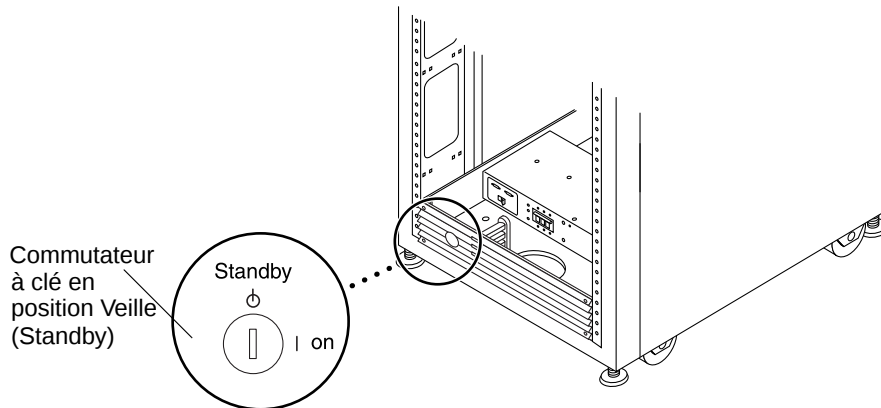

FIGURE B-7 Emplacement du commutateur à clé au bas du panneau avant
2. Vérifiez que les commutateurs à clé situés sur le panneau inférieur avant de l'armoire de base et de l'armoire d'extension (le cas échéant) sont en position Veille (Standby) (FIGURE B-7).